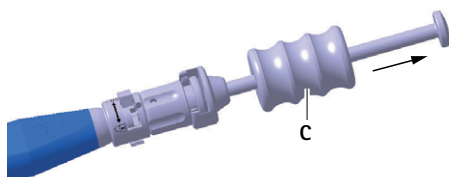

Abb. 6 Probeimplantat/Implantat mit Schlaghammer ausschlagen
- Probeimplantat D mit Schlaghammer C vorsichtig aus Bandscheibenfach Herausschlagen, siehe Abb. 6.
- Implantat **a** mit Schlaghammer **C** vorsichtig aus Bandscheibenfach heraus schlagen, siehe Abb. 6.